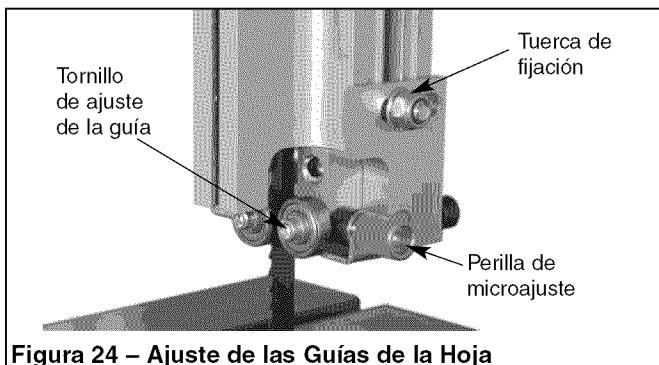

Figura 24 – Ajuste de las Guías de la Hoja
- Para ajustar las guías superiores de la hoja, primero sitúe las guías derecha e izquierda de rodillo con respecto a la hoja, aflojando la tuerca de fijación (Figura 24) y moviendo el portaguías hasta que ambas guías de rodillo estén a aproximadamente $\frac{1}{16}$ " detrás de los espacios entre los dientes de la hoja de la sierra.
- Afloje el tornillo de ajuste de la guía (Figura 24) en cada lado de la hoja de la sierra y gire las perillas de microajuste para ajustar las dos guías de rodillo a no más de $\frac{1}{32}$ " de la hoja de la sierra. No coloque las guías de rodillo demasiado cerca, porque eso afectará adversamente la vida útil de la hoja de la sierra.